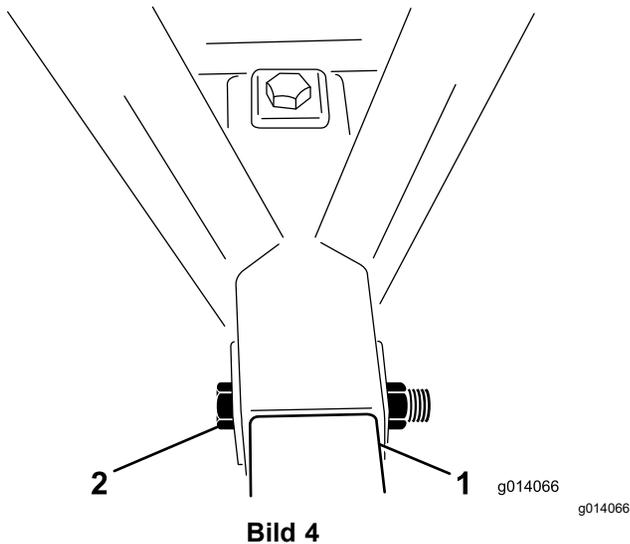

Bild 4
- Setzen Sie eine Schraube (1" x 6½") durch den Rahmen und das Anbauvorrichtungsrohr und befestigen sie mit einer Sicherungsmutter (Bild 4). Ziehen Sie die Sicherungsmutter bis auf 976-1193 N·m an.
- Setzen Sie eine Schraube (1" x 6½") durch die Oberseite des Rahmens und durch das Anbauvorrichtungsrohr ein und befestigen sie mit einer Sicherungsmutter (Bild 4). Ziehen Sie die Sicherungsmutter bis auf 976-1193 N·m an.